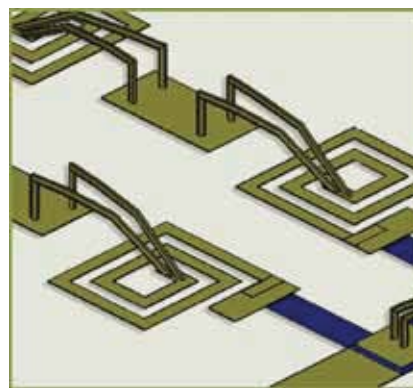

图 6. 芯片级互连线
- 芯片级互连线：Analyst 允许设计者对砷化镓 (GaAs)，氮化镓 (GaN)，锗化硅 (SiGe)，双极互补金属氧化物半导体中的芯片级互连线 (图 6)，如空气桥，螺旋电感，电容进行仿真并获得其精确的电路模型，使得芯片的设计性能可以被优化。